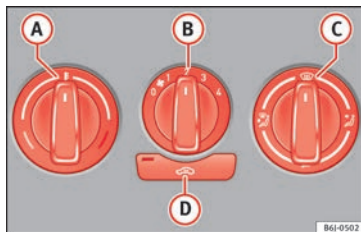

Bild 165 Uppvärmningsreglage på instrumentpanelen.
- Använd vridreglagen ①, ② och ③ » bild 165 för att ställa in temperaturen, fläkthastigheten och luftriktningen.
- Tryck på knappen ④ för att slå på och av luftcirkulationsläget. När funktionen har aktiverats tänds en varningslampa på knappen.
• Tryck på knappen **(D)** » **bild 165**. Lampan i knappen tänds.
Om vredet **(C)** » **bild 165** är i upptiningsläge är cirkulationsspjället alltid öppet, och luft utifrån släpps alltid in.
- Vrid temperaturväljaren » **bild 165 (A)** moturs.
- Vrid temperaturväljaren » **bild 165 (A)** medurs för att välja önskad temperatur.
- Vrid temperaturväljaren » **bild 165 (A)** medurs för att nå maxtemperatur.
- Vrid temperaturväljaren » bild 165 ① till uppvärmningsområdet.
- Vrid blåsarens brytare ② till någon av huvudinställningarna 2-3.
- Stäng munstyckena ③.
- Öppna och vrid munstyckena ④ mot sidofönstren